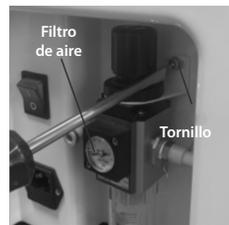

Figura 17
2. Saque el filtro de aire después de quitar el tornillo. (Como muestra la figura 17)